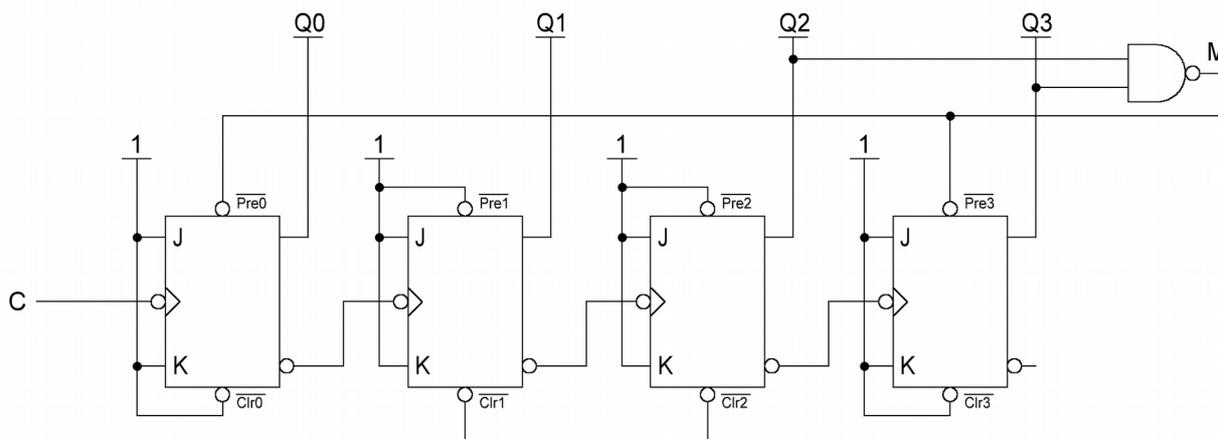

Figure 4
6. On modifie légèrement le montage de la figure 3 afin d’obtenir le montage de la figure 4. En expliquant votre raisonnement, que réalise le montage de la figure 4 ?